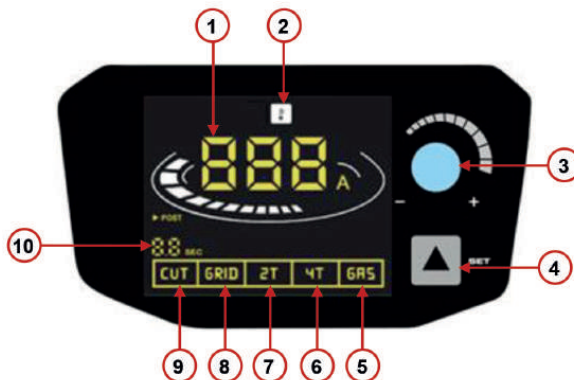

Рис. 2
- С помощью соответствующей кнопки на панели управления (См. рис. 2,3,4) выберите режим «GRID»: резка сеток, решеток. После завершения резки, удерживая кнопку нажатой, дежурная дуга автоматически возбуждается заново. Используйте эту функцию только в том случае, если необходимо избежать лишнего износа электрода и форсунки